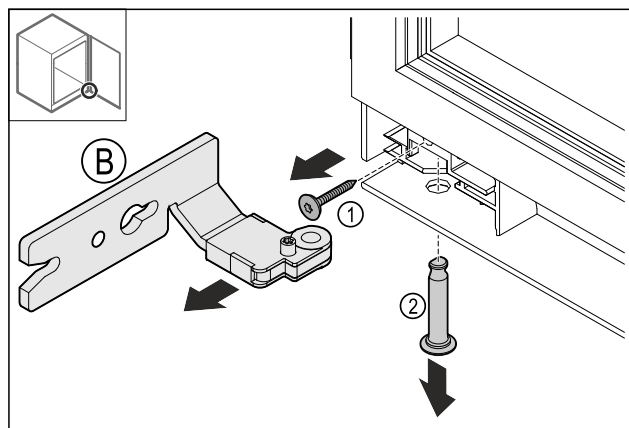

Fig. 18
- Odvrnite vijak Fig. 18 (1).
- Odvrnite svornjak Fig. 18 (2).
- Skinite šarku Fig. 18 (B).